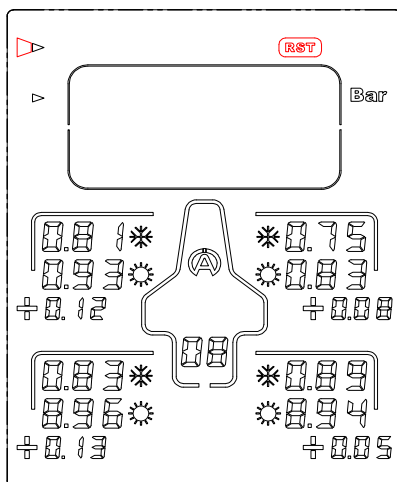

Abbildung 10
- 1) Wählen Sie mit Hilfe der Tasten  das Symbol "RST" aus (Abbildung 10).